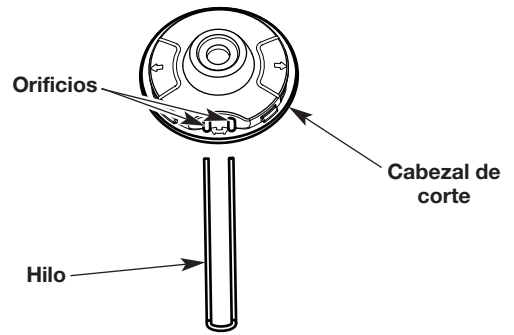
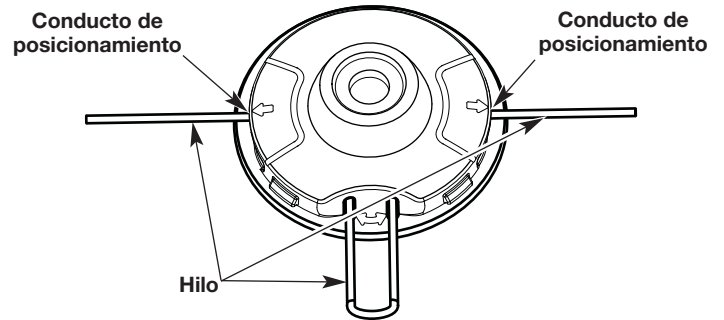

Fig. 11
Fig. 12
3. Inserte los extremos del hilo a través de los orificios circulares que están al costado del cabezal de corte (Fig. 11). Empuje el hilo a través de los orificios hasta que ambos extremos sobresalgan de los conductos de posicionamiento (Fig. 12).